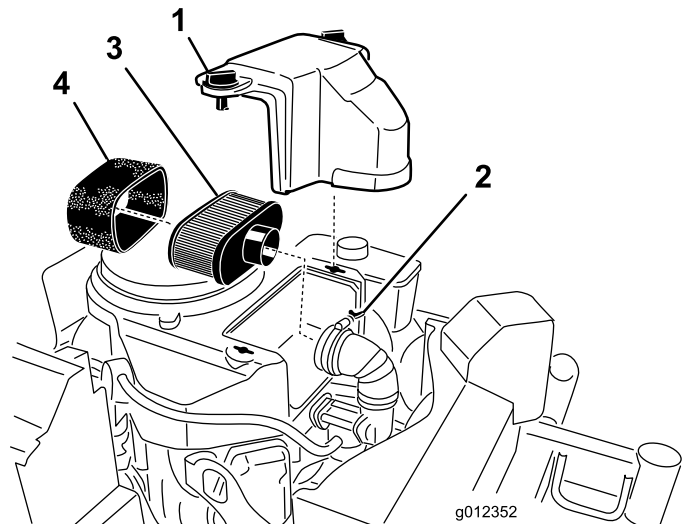

Figura 30
3. Limpie alrededor del limpiador de aire de forma que la suciedad no penetre en el motor y cause daños (Figura 30).
- Desenrosque los pomos de la cubierta y retire la cubierta del limpiador de aire (Figura 30).
- Desenrosque la abrazadera y retire el conjunto del limpiador de aire (Figura 30).
- Retire cuidadosamente el filtro de gomaespuma del filtro de papel (Figura 30).
- No limpie el filtro de papel, cámbielo (Figura 30)
- Deslice cuidadosamente el filtro de gomaespuma sobre el filtro de papel (Figura 30).
- Coloque el conjunto del limpiador de aire sobre la base del limpiador de aire y fíjelo con 2 tuercas de orejeta (Figura 30).
- Coloque en su posición la cubierta del limpiador de aire y apriete el pomo de la cubierta (Figura 30).